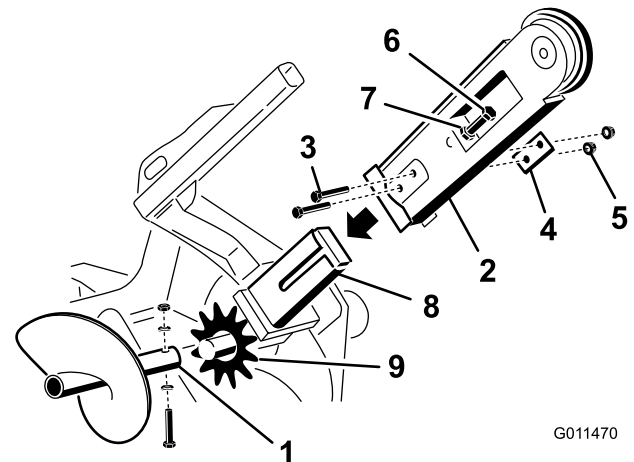

Figura 3
2. Rimuovete il bullone, le 2 rondelle curve e il dado che fissano la coclea, quindi rimuovete la coclea (Figura 3). Conservate gli elementi di fissaggio per il loro successivo riutilizzo.
3. Togliete i due bulloni, i dadi e le rondelle doppie montate sulla parte laterale della barra (Figura 3).
4. Allentate il dado di regolazione e il controdado (Figura 3).